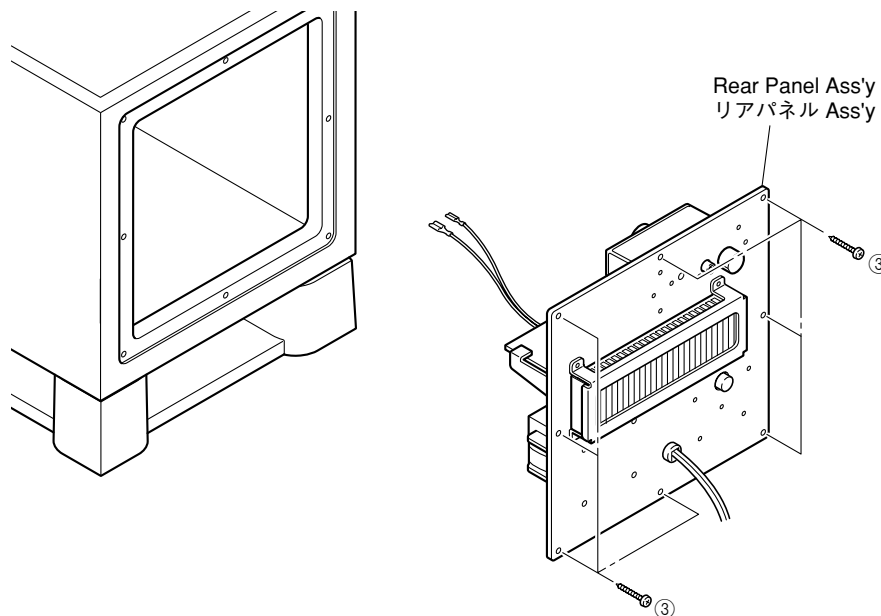

Fig. 2
- Remove 8 screws (③). (Fig. 2)
- Pull out the rear panel ass'y. (Fig. 2)
- ③のネジ8本を外します。(Fig. 2)
- リアパネルAss'yを引き出します。(Fig. 2)